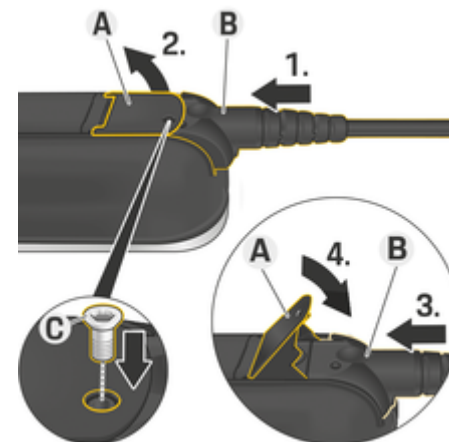

Fig. 60 Fixation du câble et blocage du connecteur
✓ Le levier **A** (Fig. 60) est fermé.
1. Insérez le connecteur **B** (Fig. 60) dans l'unité de commande, jusqu'au premier point de résistance.
2. Levez le levier **A** (Fig. 60).
3. Insérez entièrement le connecteur **B** (Fig. 60).
4. Fermez le levier **A** (Fig. 60).
5. Fixez le connecteur **B** (Fig. 60) à l'unité de commande à l'aide de la vis **C** (Fig. 60).